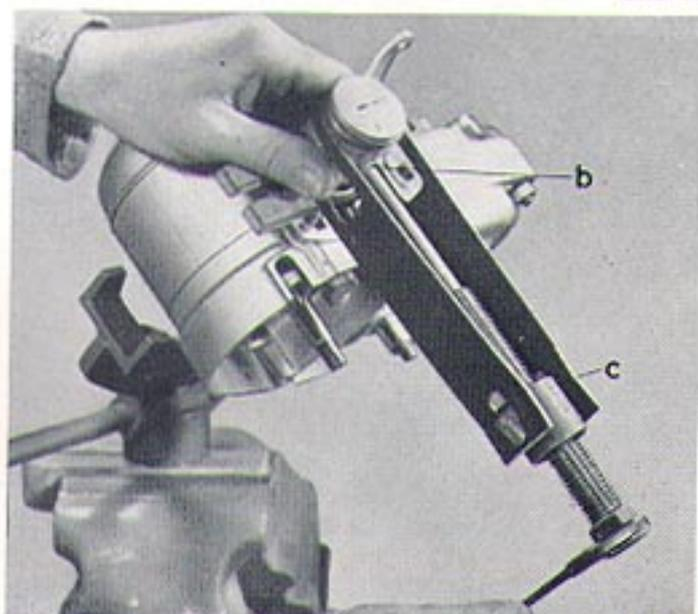

Bild 20
- Kolbenbolzen unter Ver-wendung der Einsatzbuchse (b) 277 830 mittels Abzieher (c) 276 651 herausdrücken. Auf Kolbenringe achten! (Bild 20)